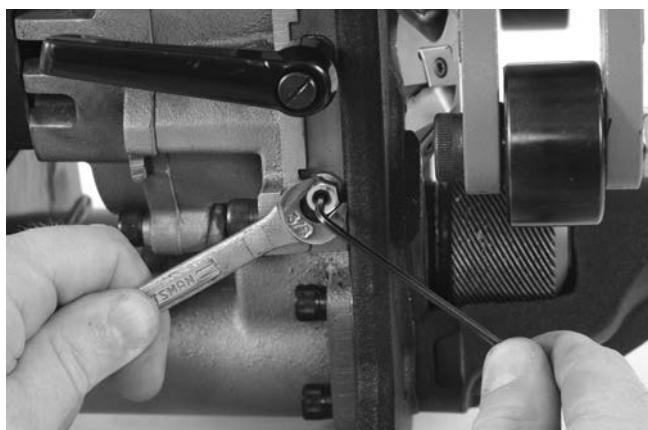

Figura 27 – Ajuste de la placa de deslizamiento
5. Mantenga bloqueados los tornillos de montaje con la llave hexagonal y luego apriete las contratuerca (*Figura 27*).